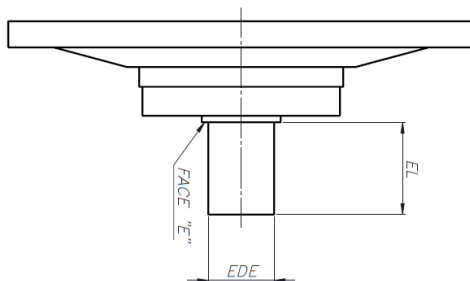

Figura 3
- ⌚ Eixo de entrada ver Figura 3, porem Face E é mesma face que consta na Figura 3;
c) Dimensão de Eixo de entrada: (ver Figura 3 e Tabela 10)